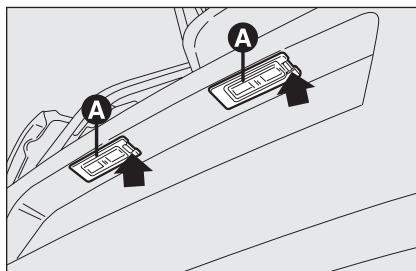

fig. 27
- agire nel punto indicato dalla freccia e rimuovere il gruppo trasparente **A-fig. 27**;